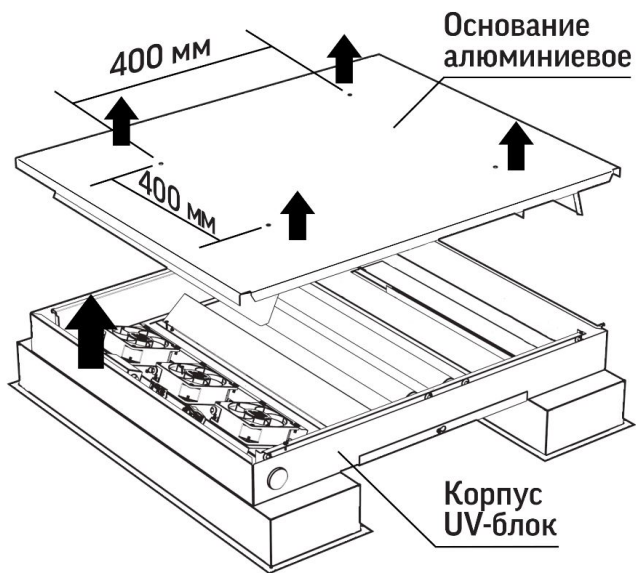

Рис.3
- Достаньте основание алюминиевое UV-блока из корпуса UV-блока (Рис. 3);
- Установите основание UV-блока через заранее подготовленные отверстия $d=5,5\text{мм}$ на расстоянии 400x400мм к монтажной поверхности (Рис. 3);
- Корпус UV-блока прикрепите к боковым стенкам основания с помощью винтов М3 (Рис. 3);